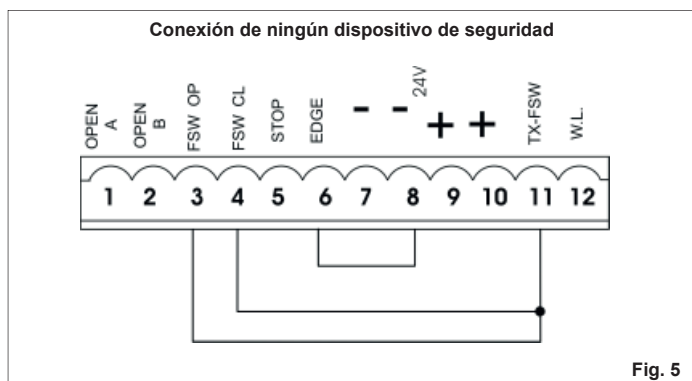

Fig. 5
Si no se utilizan dispositivos de seguridad, hay que puentear los bornes como se indica en la fig. 5.
**Si no se conectan dispositivos de seguridad en apertura, puenteen las entradas OP y -TX FSW (fig. 5).**
**Si no se conectan dispositivos de seguridad en cierre, puenteen los bornes CL y -TX FSW (fig. 5).**
**Si no se conectan dispositivos de seguridad borde, puenteen las entradas EDGE e - (fig. 5).**